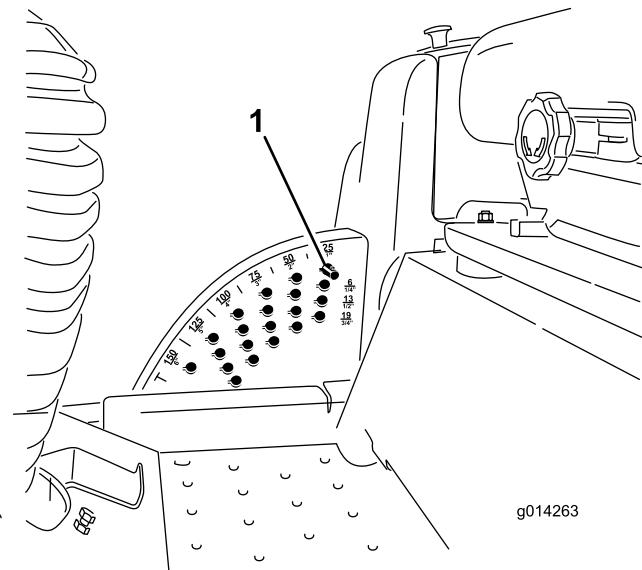

図6
- エンジンを始動し、デッキの昇降スイッチの後部を押してデッキを一番高い位置まで上昇させたらすぐにスイッチから手を離す(図6)。
- ストップピンについているロールピンを回してピンと刈高設定穴のスロットとが整列したところでピンを抜き取る(図6)。
- 刈高ブラケットについている穴から、希望する刈高に対応する穴を見つけ、その穴にピンを通し、ピンを回してロックする(図6)。
注 刈高設定穴は、扇形の外周に一番近い段から全部で4段(列)あります(図6)。外周側の列は、外周部に刻印されている通りの刈高の穴です。2列目の穴は、それぞれ1列目プラス6mmの刈り高となります。3列目の穴は、それぞれ1列目プラス12mmの刈り高となります。一番下の列の穴は、それぞれ3列目プラス18mmの刈り高となります。刈高158mmだけは例外で、2列目のはずれにあります。この穴にセットすると刈高158mmとなります(6mmアップにはなりません)。